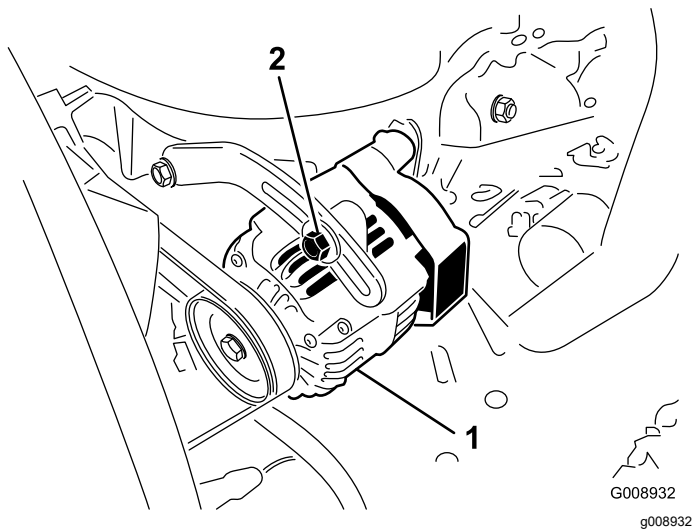

Figure 61
- Si vous n'obtenez pas une flèche de 10 mm ($\frac{3}{8}$ po), desserrez les boulons de fixation de l'alternateur (Figure 61).